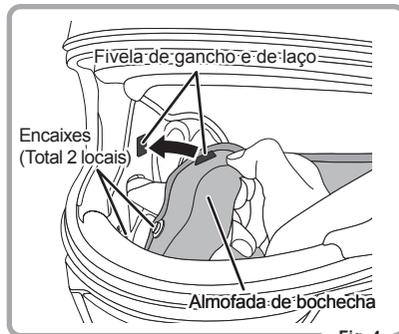

Fig. 4
5. Aperte os dois fechos de correr e o fecho de gancho e laço. (Fig. 4)